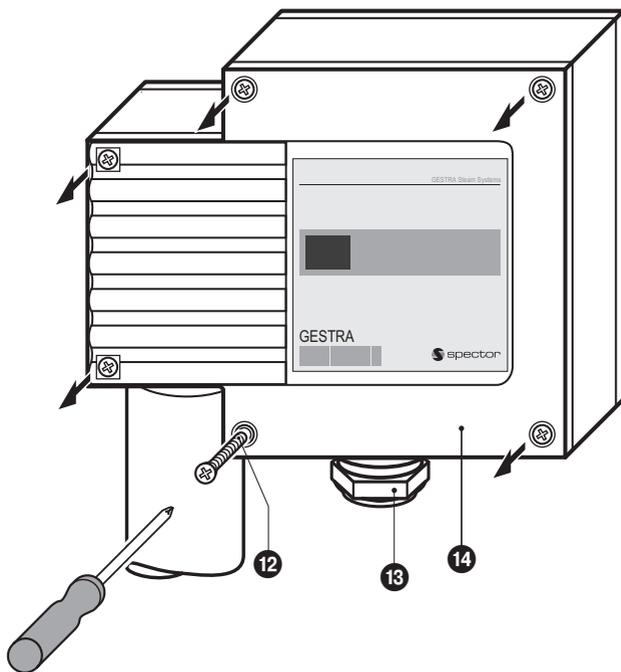

Fig. 14
1. Aflojar los tornillos **12** y desmontar la tapa de la carcasa **14** . **Fig. 14**. La flecha en la placa de características está dirigida hacia esta tapa.
1. Aflojar los tornillos 12 y desmontar la tapa de carcasa 14. **Fig. 14, 15**